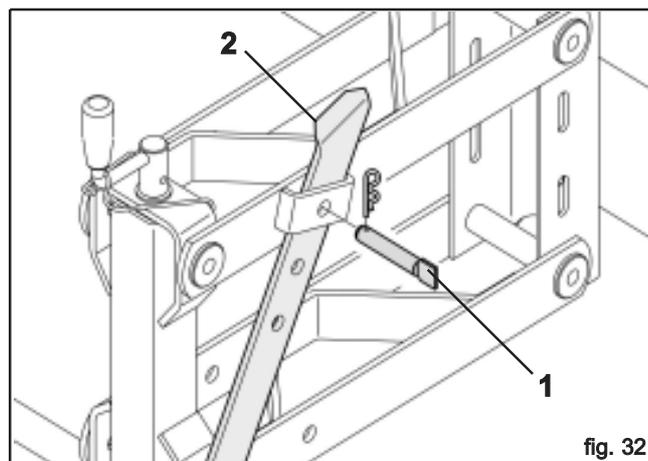

fig. 32
Vor dem Parken der Ausrüstung sind die Stützfüße abzusichern und der Stift (1) des mittleren Jäthackenelements ist in das obere Loch des Hebels zu stecken (siehe Abbildung 32).